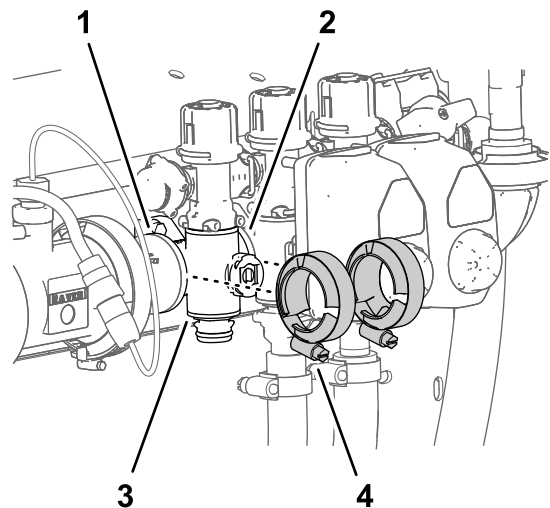

Bild 111
3. Entfernen Sie die zwei Flanschklappen, mit denen das Abschnittverteilterventil an den Flanschen der danebenliegenden Komponenten befestigt ist (**Bild 111**).